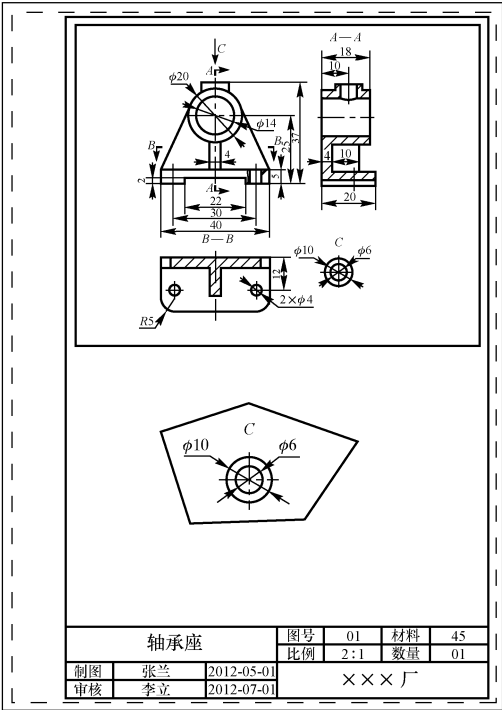

图 9-21 调整视口图形
- Step 4** 调整各视口图形比例、显示内容：双击视口，激活视口粗线标识。在“视口”工具栏的下拉列表框中，调整单视口的比例为按图纸缩放，调整多边形视口的比例为 1:1。调用“标准”工具栏的“实时平移”命令，移动视口图形，如图 9-21 所示。